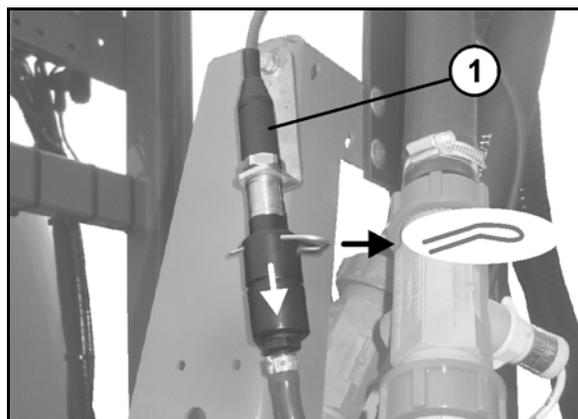

Fig. 160
- o desenroscar el tornillo de purga (Fig. 160/1) en la válvula reductora
- o abrir la llave de conmutación del DUS (Fig. 160/2)